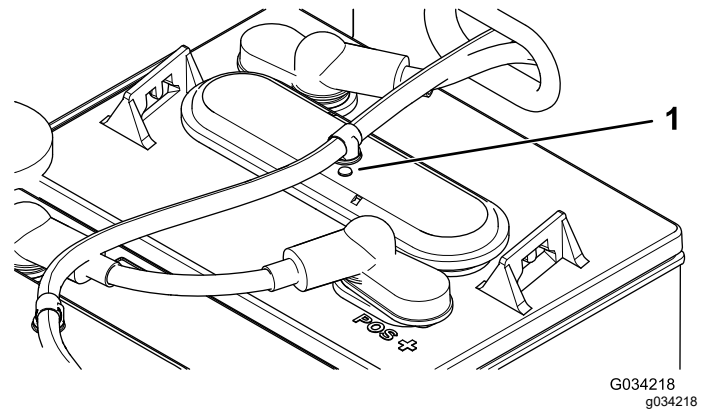

Figura 36
3. Compruebe los ojales de cada batería para ver si son blancos o negros (Figura 36).